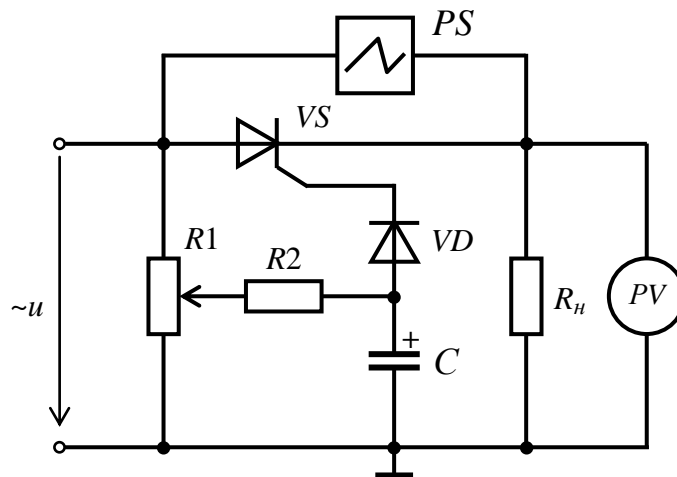

Рисунок 2 – Принципова електрична схема для дослідження однофазного однопівперіодного керованого випрямляча
- 1.3. Скласти принципову електричну схему однофазного однопівперіодного керованого випрямляча з використанням тріодного тиристора (рис. 2), вказати призначення елементів схеми.